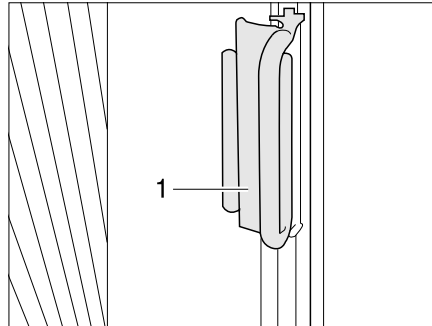

Fig. 86 Dispositifs occultants plissés pour les fenêtres côté conducteur et passager
- Saisir les dispositifs occultants plissés par la poignée (Fig. 86,1) et les tirer prudemment vers l'avant pour les fermer, jusqu'à ce que la fermeture magnétique maintienne fermé le dispositif occultant plissé.
- Faire glisser la poignée (Fig. 86,2) sur le module rapporté. Le dispositif occultant plissé est bloqué.